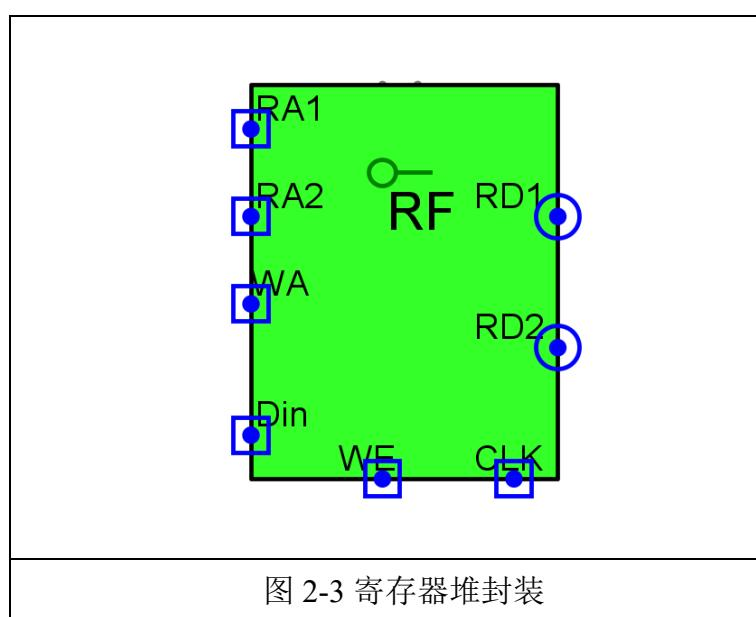

图 2-3 寄存器堆封装
(2) 0 号寄存器的内容始终为 32 位全零，即 R0 恒等于 0；
(3) 有两个读端口和一个写端口；
(5)为了能在后续实验中直接使用该寄存器堆模块，请按照表 2-1 给出的引脚图进行设计，然后按照图 2-3 进行封装。